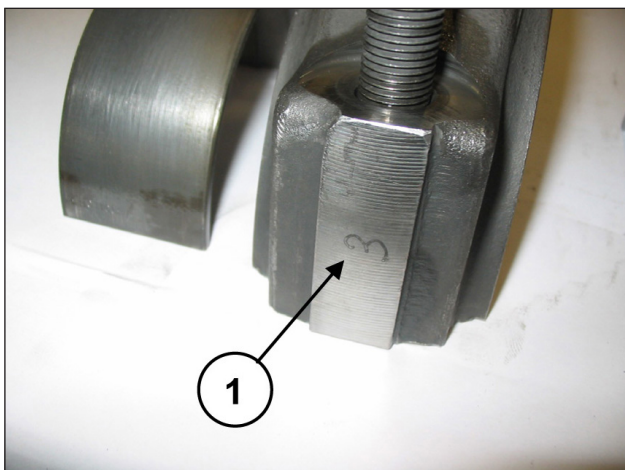

Fig. 18
Pour éviter toute erreur, les chapeaux et les demi-bielles ont été numérotés sur un côté (rep. ①, Fig. 18).